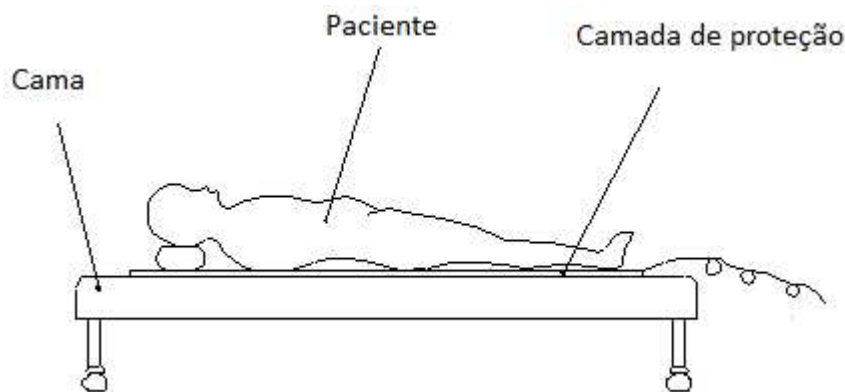

Fig.1-1 Fixe uma camada de proteção para eliminar a interferência de ruídos (ruído AC)
- Durante o exame, no caso de as imagens serem interferidas por um ruído de AC por conta do paciente, coloque uma folha de proteção entre o corpo e a cama, como mostrado na Fig.1-1, e conecte a folha para ao terminal equipotencial da unidade principal. O ruído de interferência pode ser eliminado.